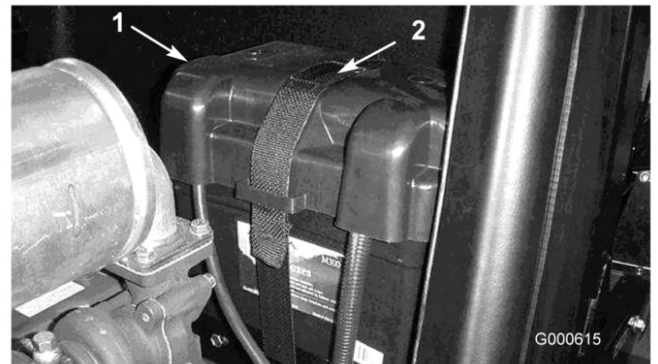

Figure 41
2. Retirez la sangle et le couvercle de la batterie (Figure 41).